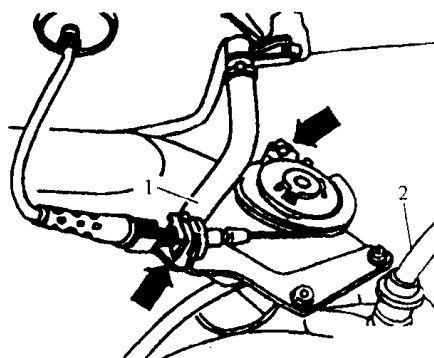

图 1-15 松开节气门拉索
(17) 松开节气门拉索, 如图 1-15 箭头所示。
(18) 拔下通向活性炭罐电磁阀的真空管 1, 见图 1-15 所示。
(19) 拔下通向制动助力装置的真空管 2, 见图 1-15 所示。
(20) 拔下位于发动机底部通向暖风热交换器的冷却液管子。